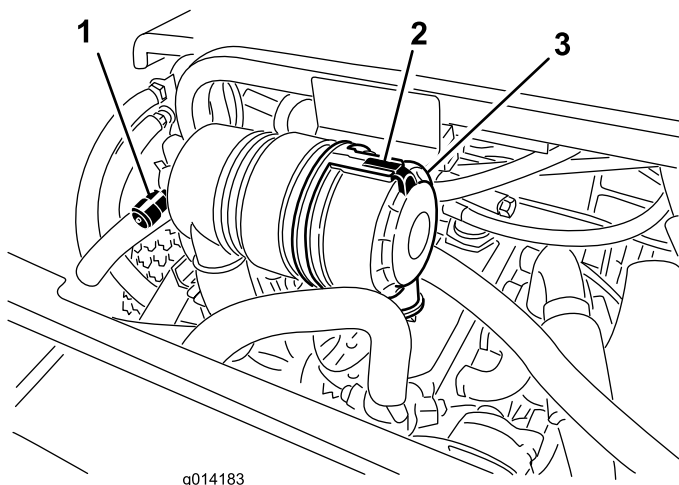

図 35
エアクリーナの整備はインジケータ (図 35) が赤色になってから行ってください。早めに整備を行っても意味がありません。むしろフィルタを外したときにエンジン内部に異物を入れてしまう危険が大きくなります。
1. エアクリーナのカバーをボディーに固定しているラッチを外す(図 35)。